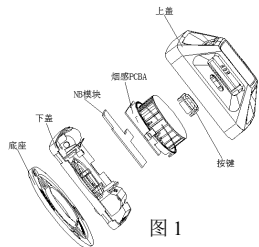
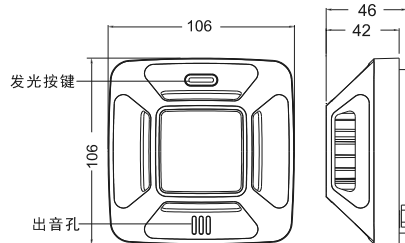

图 1
图 2
1. 报警器结构拆分图（如图1）
说明：图1中，上盖、按键、PCB、下盖、底座组装成一个整体（如图2，下称“报警器”）。
按下发光按键（位置见图2）不松开，蜂鸣器发出三声“嘀嘀嘀”报警声，每隔2秒循环一次，同时红色报警指示灯恒亮，表明工作正常，松开测试按钮探测器恢复正常工作状态。
- 3. 报警测试功能：探测器接入电源后即可进入正常工作，指示灯约 6 分钟左右闪亮一次（绿色），按下发光按键（位置见图 2），蜂鸣器发出报警声同时指示灯恒亮（红色），松开发光按键探测器恢复正常工作状态；
- 5. 报警消音功能：报警器报火警后，按下发光按键（位置见图 2）3 秒以上为报警消音，报警器的消音周期约为 1 分钟，在消音周期内报警器不会再报警，消音后探测器回到正常工作状态（此时若探测器内仍然有烟雾且烟雾浓度达到设定报警浓度则探测器还会继续报警）；